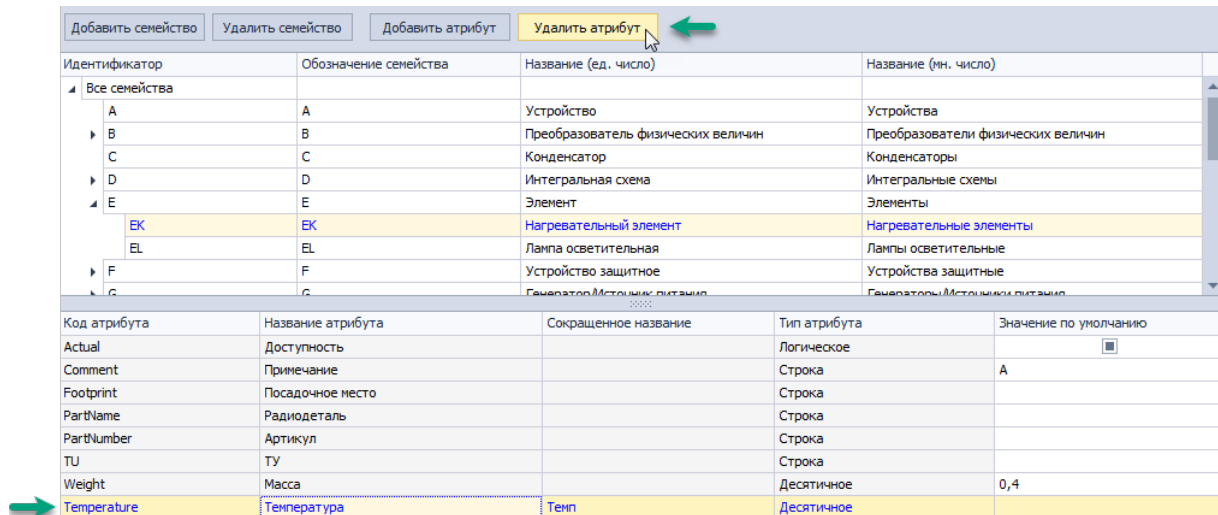

Рис. 38 Выбор атрибута для удаления
3. Выберите в таблице атрибутов тот, который необходимо удалить, Рис. 38.